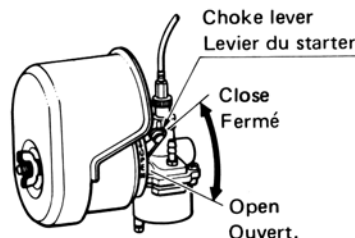

Fig. 4
- Position the choke lever to "Close". (fig 4) (In case of hot climate or when restarting after it has been running, start it with the choke lever half open or fully open.)
- Positionner le levier de starter sur "Close" (fermé) (Fig. 4). (par temps chaud, ou en cas de redémarrage après marche prolongée, démarrer le moteur avec le levier de starter à moitié ou entièrement ouvert).